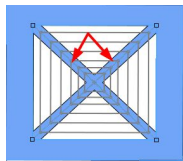

图 4-75 选择筋
- (1) 【选择通风口筋的 2D 草图段】: 选择草图线段作为筋, 如图 4-75 所示。